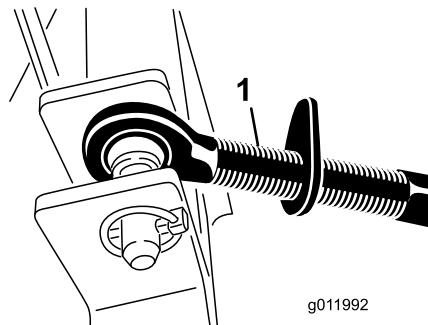

図 4
1. 上リンクをブラケットの穴に接続し、クレビスピンとリンチピンで固定する 図 4。